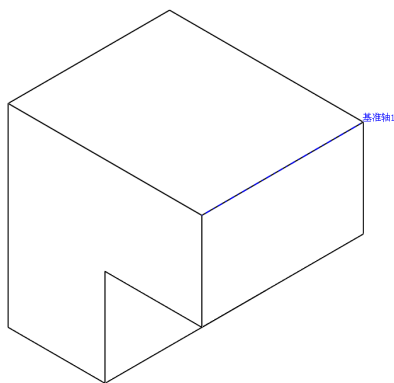

图 4-25 创建两平面基准轴
(3) 单击【确定】按钮, 创建两平面基准轴, 如图 4-25 所示。